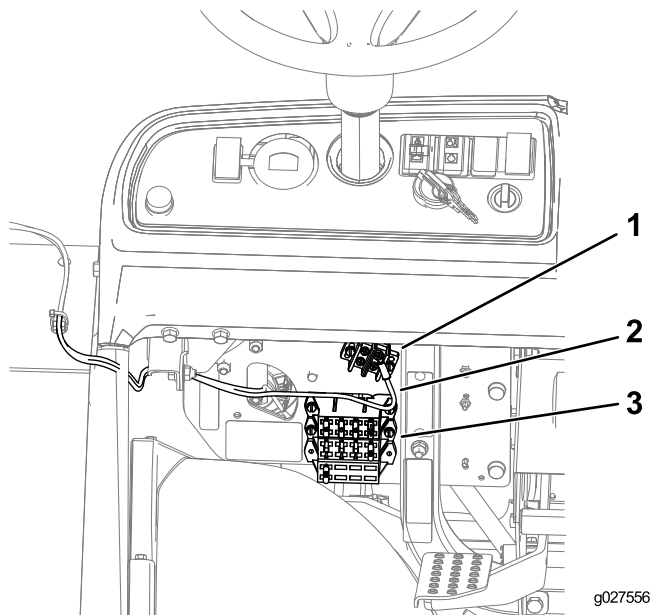

图12
2. 对于 Workman MD/MDX/MDXD 机器：将线束的环形端子连接到地线盒，并将保险丝盒接头插入提供的保险丝盒连接件（图12）。